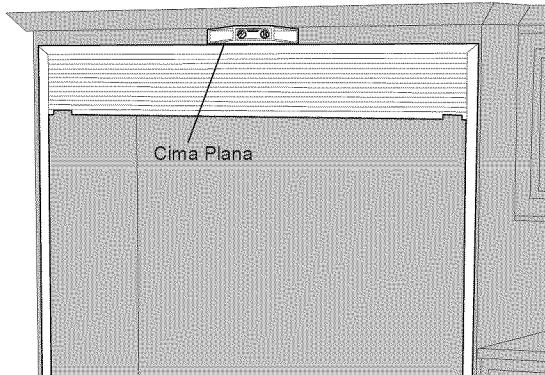

Figura 7
- Asegúrándose de que el marco quede al ras de la superficie frontal del armario, inserte cuidadosamente un tornillo de montaje (M) a través del agujero del centro de la moldura superior (A), hasta que entre en el armario. **NO APRIETE EL TORNILLO EN ESTE MOMENTO**.
- Nivele la parte superior del marco de moldura usando un nivel de carpintero. Véase la figura 7.